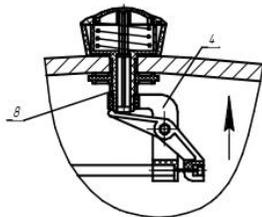

Рис. 10
5.1. Монтаж вести в последовательности согласно рис.1-рис.10